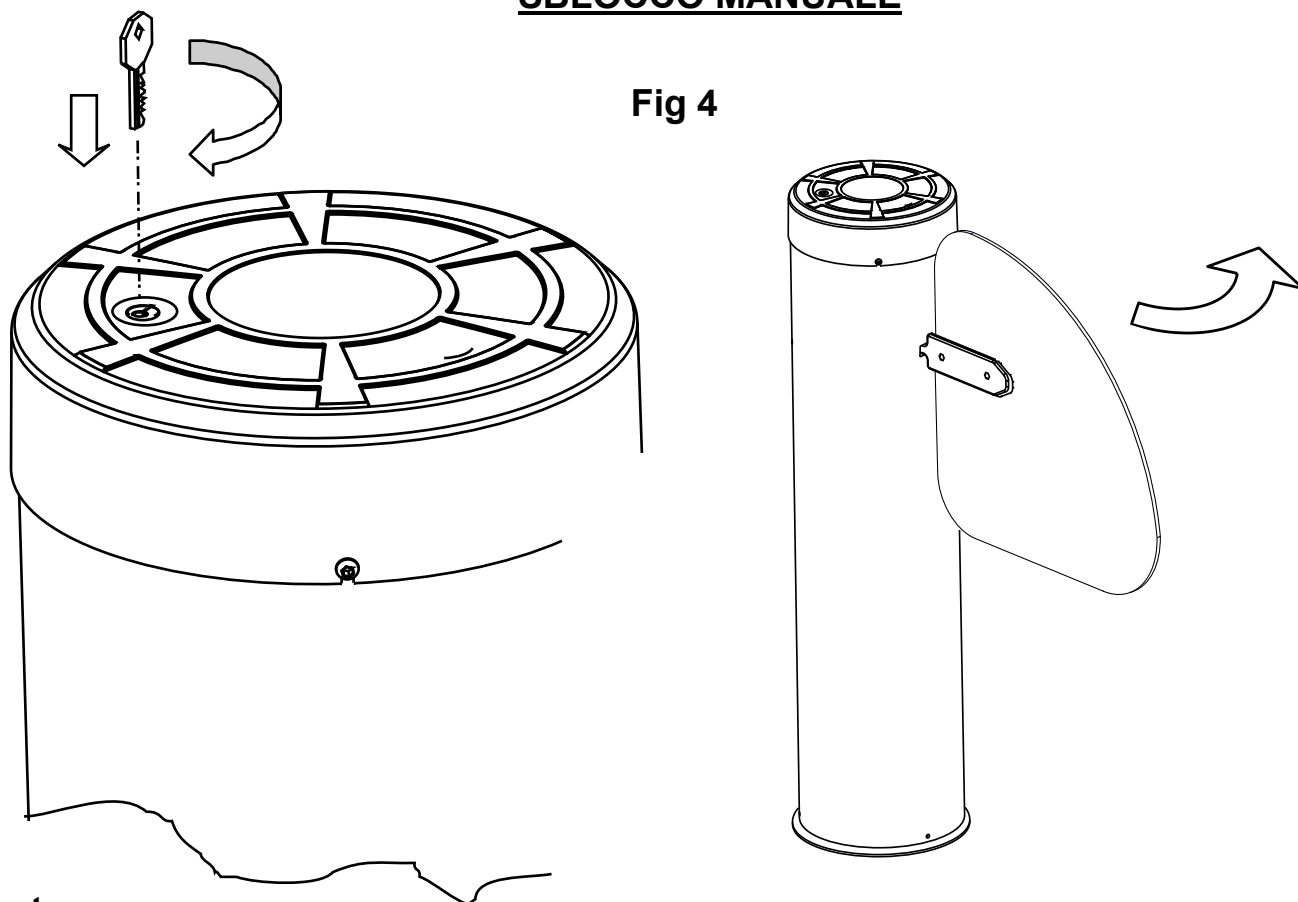

Fig 4
- Per resettare l'automazione sbloccare il motore come in fig.4 e portare l'anta in chiusura.
- Sbloccare il motore come fig.4 e portare l'anta nella posizione di chiusura.